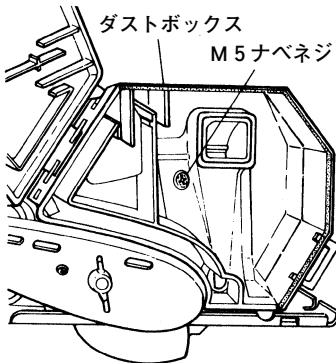

図 22
(1) ダストボックスのふたを開き、M5ナベネジをゆるめて、ダストボックスを本体から取りはずします。（図22）